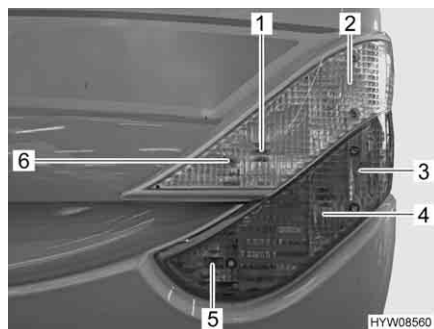

Fig. 157 Luci posteriori (lato anteriore)
- Svitare le sei viti ad esagono cavo (Fig. 157,6)